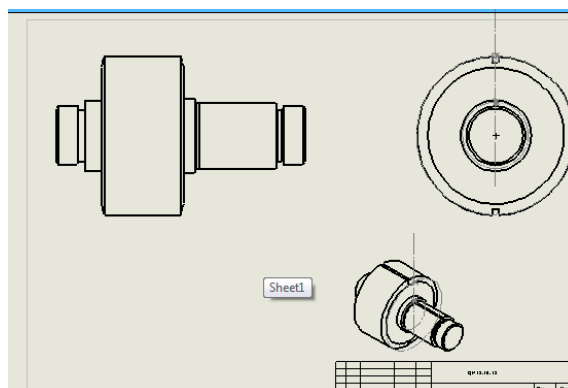

Рис. 8.3.8. Створення 3-ьох проєкційних видів вала-шестерні
5. Установіть масштаб 1:1 для видів та створіть три проєкційні види як показано на рис. 8.3.8.